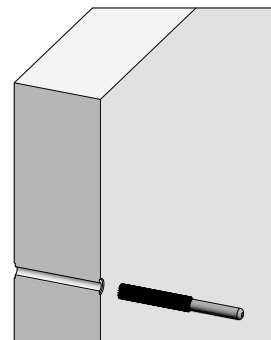

Abb. 72.2
1. Ankerloch reinigen. Es muss frei von Verschmutzungen und Fett sein und eine glatte Oberfläche aufweisen (Abb. 72.2).